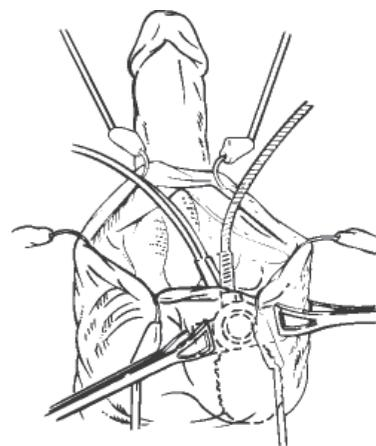

Figura 4-17. Inserir a bomba (ilustração da abordagem peno-escrotal)
3. Aplique pinças de Allis ou Babcock para passar a tubagem através da pele escrotal, de modo a fixar a bomba no devido lugar (**figura 4-17**) durante o resto do procedimento.